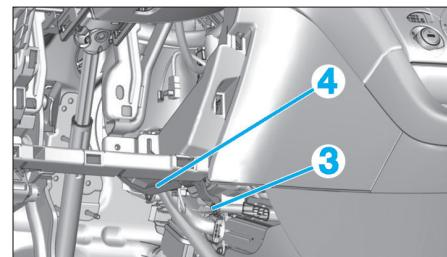

Fig. 23
- la garniture inférieure gauche de planche de bord (2),
- la vis (3) (Fig.23),
- le conduit d'air (4),